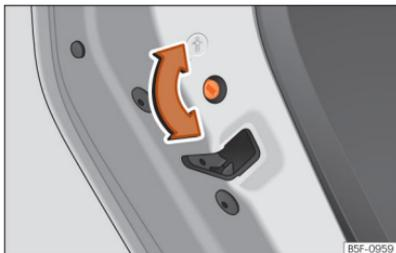

Fig. 79 Sistema de segurança para crianças da porta esquerda.
- Com a porta aberta, rode a ranhura com a chave do veículo no sentido horário para as portas esquerdas »» Fig. 79 e no sentido anti-horário para as portas direitas.
- Com a porta aberta, rode a ranhura com a chave do veículo no sentido anti-horário para as portas esquerdas »» Fig. 79 e no sentido horário para as portas direitas.